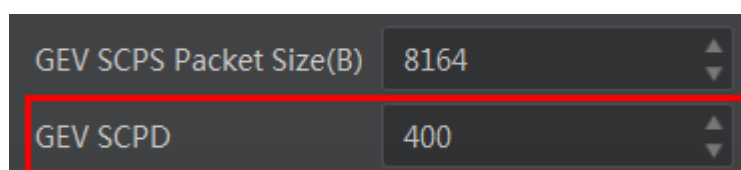

图5-7 包延时设置
6. 为避免相机出现丢包,可通过设置相机的数据包延时改善。相机连接但不预览的情况下，找到 *Transport Layer Control* 属性下的 *GEV SCPD* 参数进行设置，如图 5-7 所示。